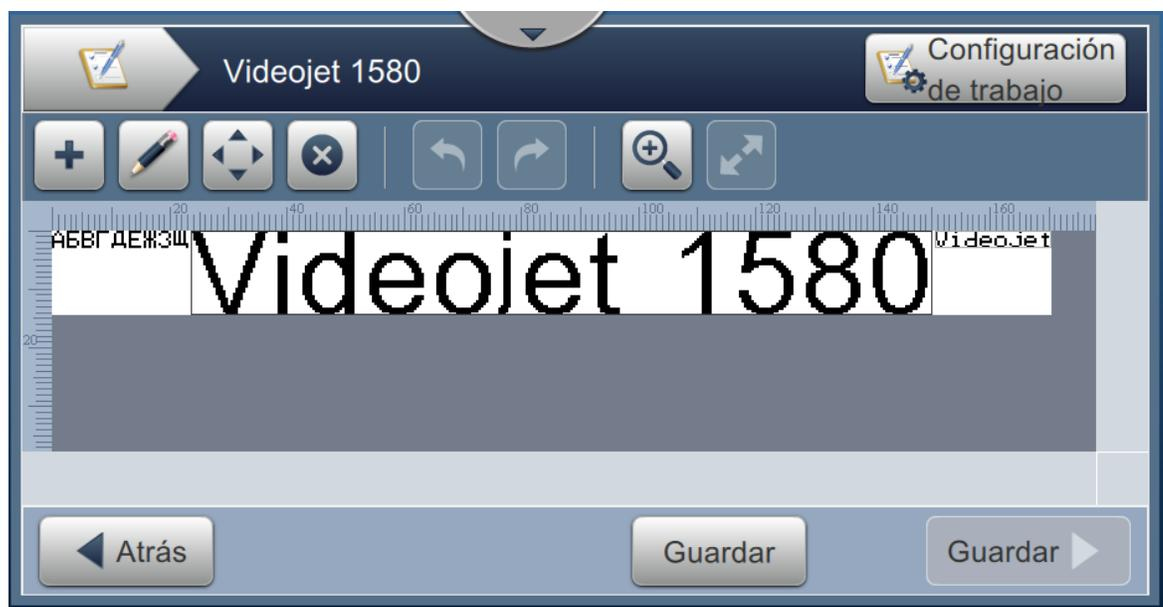

Figura 5-13. Pantalla de edición de campos
4. Seleccione el campo que desee editar y pulse el botón  como se muestra en la Figura 5-13.